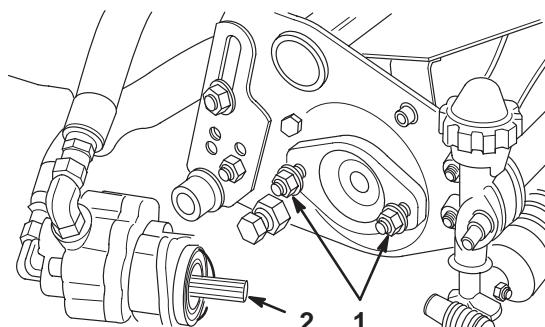

Figure 9
- Enlevez les capots de protection des plateaux de coupe et des arbres des moteurs d' entraînement des cylindres. Lubrifiez l' arbre cannelé de chaque moteur avec de la graisse propre, puis montez le moteur en le tournant dans le sens horaire de sorte que ses brides évitent les goujons. Tournez le moteur dans le sens anti-horaire jusqu'à ce que les brides encerclent les goujons, puis serrez les écrous de montage (Fig. 9).